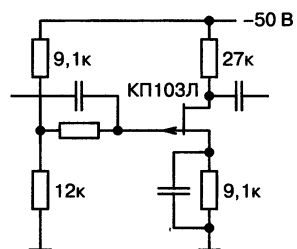

Рис. 1.16. Почему не работает усилитель?
**Радиоловитель:** Мой друг собрал по схеме рис. 1.16, взятой из брошюры, усилительный каскад, только он не заработал. В чем может быть дело?